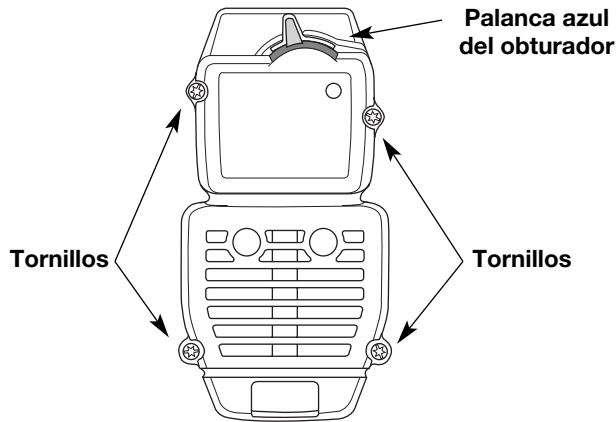

Fig. 24
1. Saque los cuatro (4) tornillos que sostienen la cubierta del silenciador / filtro de aire (Fig. 24). Use un destornillador de vástago plano o de broca Torx N° T20.
2. Inserte los cuatro (4) tornillos en los orificios de la cubierta del silenciador / filtro de aire (Fig. 24) y ajústelos. No los ajuste demasiado.